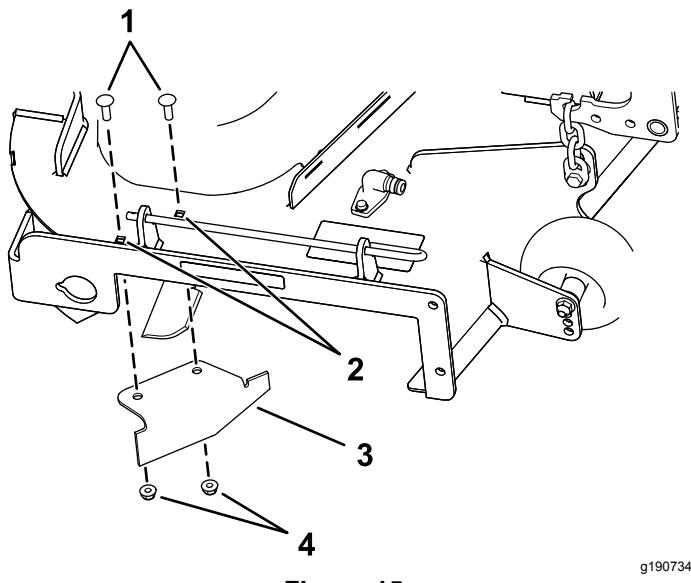

Figura 15
9. Individuate il deflettore di scarico nel sacchetto delle parti sciolte e rimuovete gli elementi di fissaggio dai fori posteriori della piastra di scarico (**Figura 15**).